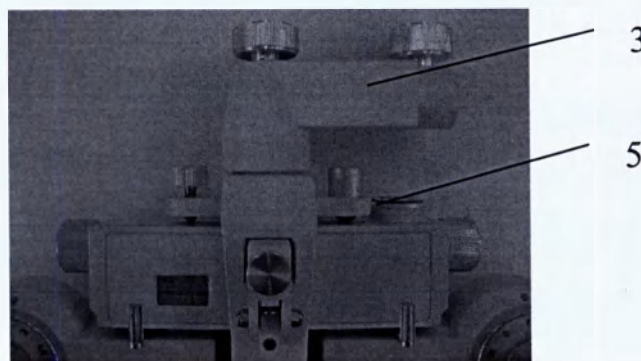

Рисунок 7
6.2.4 Выровняйте прибор при помощи кронштейна зажим (3) наблюдая за уровнем (5) (рисунок 7).